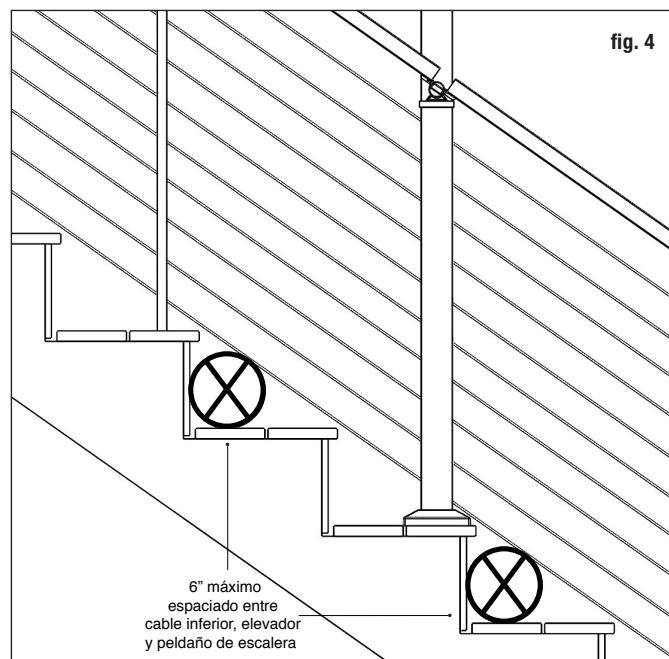

fig. 4
Paso 7 Coloque el riel a lo largo de los postes con un espacio máximo de 6 "entre el cable inferior, el contrahuella y la huella de la escalera. Con la barandilla superior apoyada sobre la barandilla de la escalera continua, centre el soporte de la escalera continua para que quede centrado en el poste. Marque la parte inferior del soporte. Luego corte el poste 3/8 "por encima de la marca para permitir el reborde en el lado inferior del soporte (fig. 4).